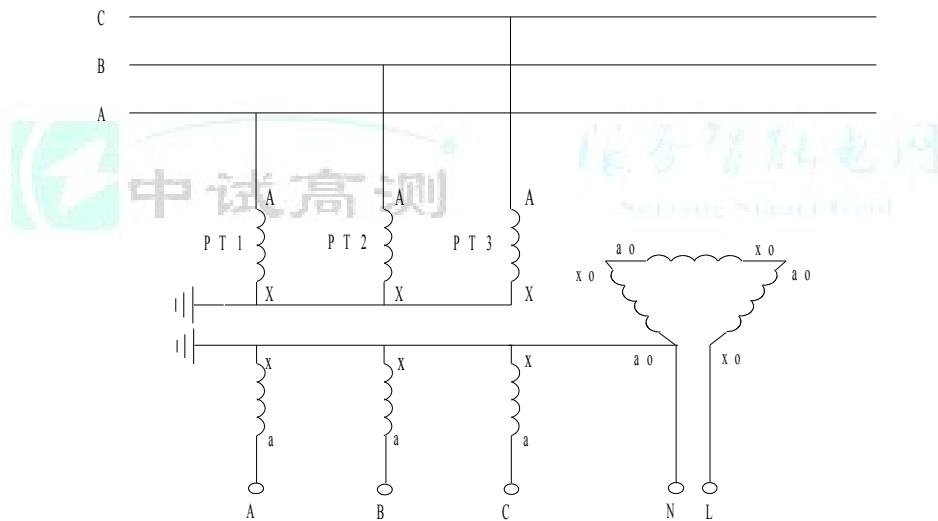
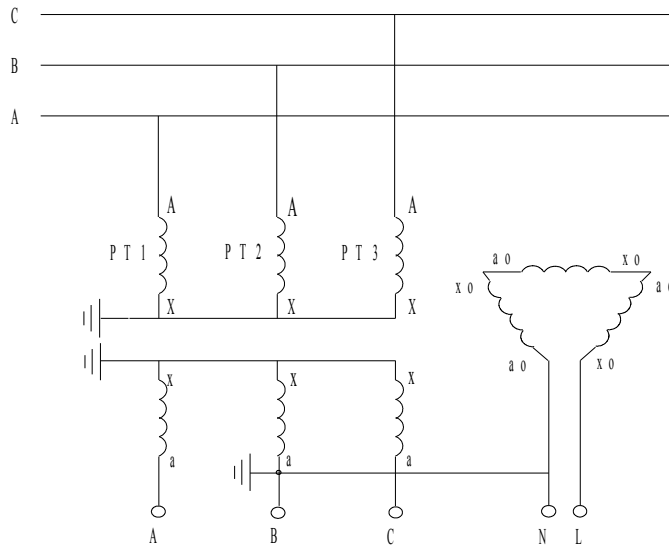

图4 N接地方式
图 5 B 相接地方式
这种接线方式分“N接地”、“B相接地”两种，分别如图4和图5所示。对于这两种方式，均从N-L两端注入测试信号。根据所用PT的不同，组成开口三角的二次绕组
图 4、图 5 所示的系统运行方式是从开口三角测量系统容流时所必须的运行方式，而对于一般的配网系统，并不都是处于这样的运行方式下，例如在系统中还接在消弧线圈、PT 高压侧中性点接有高阻消谐器、PT 开口三角接有二次消谐装置等。这时，为了使用 ZS-500A 型配网电容电流测试仪进行容性电流的测量，必须将运行方式转换为图 4 或图 5 所示的运行方式。
5 确保将“ZS-500A 型配网电容电流测试仪”的电流输出端正确接到图 4 的开口三角 N-L 上。一般在二次的端子编号为 N600 和 L630。为了确保连接正确，可以按下列方法进行检查：（1）用万用表分别测量 PT 二次侧三相电压和开口三角电压；（2）将三相电压中的最大值减去最小值得到的差和开口三角电压比较，如果两者差不多，就说明找到的开口三角端是正确的；如果两者差别很大，则说明没有正确找到开口三角端。例如，测量得到三相电压分别为 61V、60V、59.5V，则正确的开口三角电压应为 1.5V 左右，如果测量得到的开口三角电压仅为 0.2V，说明找到的开口三角端不正确或 PT 开口三角连线已经断开（在现场实测中发现有多个变电站的 PT 开口三角连线断开情况）。
2. 按图 12 接线，将测试仪的电流输出端与 PT 开口三角端连接，对于 4PT 接线方式的系统，则将仪器的电流输出端与图 4 或图 5 中所示的 N-L 端相连即可。